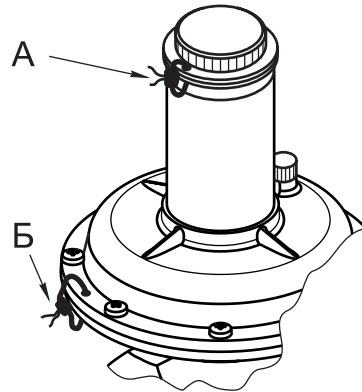

Рис. 8
4.4 Пломбирование (рис. 8).
4.4.2 Для пломбировки используйте проволоку диаметром 0,8 - 1,5 мм, которую необходимо протягивать через отверстия, расположенные в защитной пробке и плоскости соединения корпусных деталей (рис. 8, места А и Б). Пломбировка места Б произведена на заводе-изготовителе. Пломбировка места А осуществляется после настройки регулятора на необходимое выходное